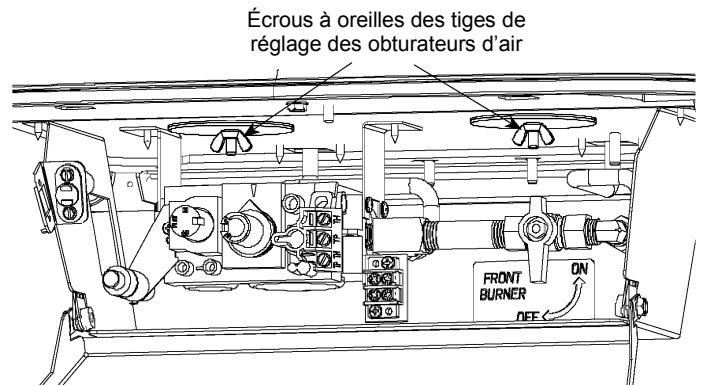

Figure 50.
1. Desserrez les écrous à oreilles des tiges de réglage d'obturateurs d'air, situées sous le poêle. Voir fig. 50. L'obturateur d'air DROIT contrôle le brûleur ARRIÈRE, alors que l'obturateur d'air GAUCHE contrôle le brûleur AVANT. La tige de réglage des obturateurs doit être tirée vers l'avant (vers vous) pour augmenter le débit d'air, ou poussée vers l'arrière pour réduire le débit d'air. Avant d'effectuer des ajustements, commencez avec le réglage du fabricant :